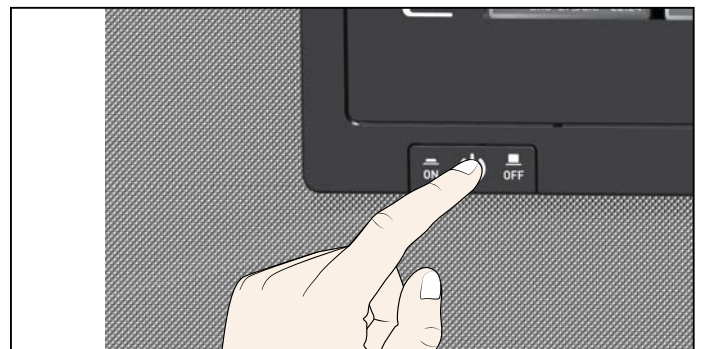

Fig. 20 Deaktivering af enheden
3. Deaktiver enheden med hovedafbryderen (Fig. 20).